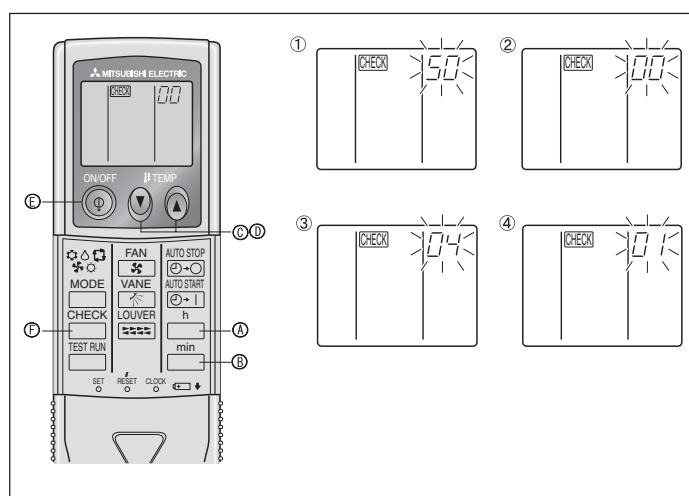

Fig. 6-10
⑧ Πιέστε το κουμπί MODE ⑩ και ο τρόπος λειτουργίας καθώς και ο αριθμός ρύθμισης (1) και (2) θα ανέβουν συνεχώς για να μπορούν να επιβεβαιωθούν οι επιμέρους ρυθμίσεις.
⑨ Πιέστε ταυτόχρονα τα κουμπιά FILTER (Φίλτρο) ⑪ και TEST RUN (Δοκιμή) ⑫ για τουλάχιστον δύο δευτερόλεπτα. Η οδόντη OFF του επιλογής λειτουργίας θα εξαφανιστεί προσωρινά και θα εμφανιστεί η οθόνη OFF του κλιματιστικού.
2) Για το τηλεχειριστήριο (Fig. 6-10)